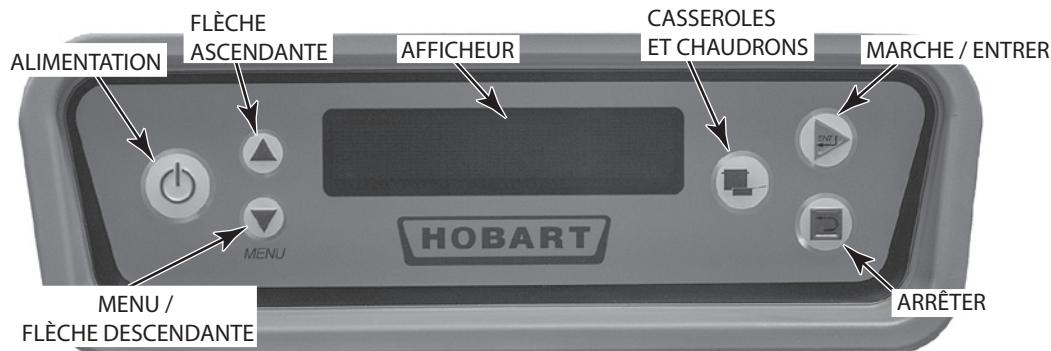

Fig. 30
Le poste de commande est monté sur le dessus de l'appareil. Le clavier et l'afficheur sont situés à l'avant du poste de commande (Fig. 30).
Fermer toutes les portes. Pour démarrer le remplissage quand l'appareil est prêt, appuyer sur la touche ALIMENTATION [POWER] (Fig. 30).
5. Appuyer sur la touche ALIMENTATION [POWER] (Fig. 30). Le lave-vaisselle se remplit automatiquement (voir Remplissage du lave-vaisselle ci-haut). Une fois la cuve remplie, le brûleur s'allume si le chauffage est requis. Le système d'allumage prévoit une période de prépurge de 15 secondes avant d'effectuer l'allumage.
6. Si l'appareil ne fonctionne pas, appuyer sur la touche ALIMENTATION [POWER] (Fig. 30) et fermer le robinet du gaz. Communiquer avec le Service de l'entretien Hobart le plus près ou avec le fournisseur de gaz.
Lorsque le lave-vaisselle est rempli, faire démarrer les pompes en appuyant sur la touche MARCHE/SAISIR [START/ENTER] (Fig. 30) ou en insérant un panier dans l'appareil.
Le dispositif d'arrêt momentané du convoyeur (standard) permet à l'utilisateur d'immobiliser le convoyeur de manière à laver plus longtemps la vaisselle encrassée. Appuyer sur la FLÈCHE DESCENDANTE située sur le clavier (Fig. 30) jusqu'à ce que le symbole < apparaisse à gauche du dispositif d'arrêt momentané du convoyeur. Lorsque le panier à vaisselle atteint la zone de lavage, appuyer sur la touche MARCHE/ENTRER située sur le clavier (Fig. 30) pour arrêter le convoyeur momentanément. Pour redémarrer le convoyeur, appuyer sur la touche MARCHE/ENTRER située sur le clavier (Fig. 30). **REMARQUE :** Sur tous les modèles CLeN (sauf les modèles VL), l'appareil continuera à fonctionner en mode inactif jusqu'à ce que la touche ENTER ou STOP soit actionnée. Sur les modèles CLeN-VL, l'appareil s'arrête après 30 minutes d'inactivité.
Un mécanisme contre les surcharges permet l'arrêt du moteur du convoyeur en cas de blocage des paniers ou de charges excessives et l'afficheur indique 'Dégager le convoyeur'. Ouvrir les portes et dégager le blocage puis refermer les portes et appuyer sur la touche MARCHE / SAISIR pour remettre l'appareil en marche (Fig. 30).
Quand le lave-vaisselle fonctionne, toutes les températures apparaissent sur l'afficheur (Fig. 30). L'afficheur indique --- pour la température de rinçage jusqu'à ce qu'un panier soit dans la zone de rinçage; alors la température de rinçage est affichée. Une fois la vaisselle sortie de la zone de rinçage, l'affichage de la température de rinçage final revient à ---.
La fonction Mode casseroles et chaudrons, standard sur tous les modèles CLeN, permet à l'utilisateur de laver les casseroles et chaudrons encastrés en indexant les paniers au moyen des deux zones de lavage préréglées à une durée précise. Les temps de lavage peuvent être ajustés dans le menu Paramètres, voir page 36. Appuyer sur la touche CASSEROLES ET CHAUDRONS située sur le clavier (Fig. 30) afin d'activer ce mode. Insérer le panier dans le lave-vaisselle. Chaque casier sera indexé deux fois à travers la zone de lavage en fonction de l'heure prédéfinie. L'appareil reviendra au fonctionnement normal si l'utilisateur appuie sur la touche CASSEROLES ET CHAUDRONS ou sur la touche ARRÊT, ou si le temps du programme automatique est écoulé.
Conçue pour économiser l'électricité, la minuterie entame un compte à rebours si aucun panier n'est introduit dans le lave-vaisselle, qui, une fois terminé, entraîne l'arrêt des moteurs des pompes et du convoyeur. Le chauffage se poursuit dans les cuves et les températures sont affichées à l'écran. Pour reprendre le fonctionnement normal du lave-vaisselle, y insérer un panier ou appuyer sur la touche MARCHE / SAISIR (Fig. 30).
1. Appuyer sur la touche ALIMENTATION (Fig. 30) pour éteindre le lave-vaisselle.